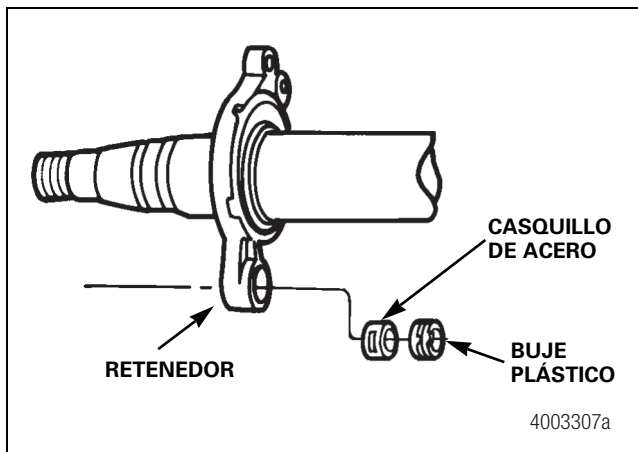

Figura 12.6
- Puede haber un buje de casquillo plástico instalado en los tres modelos de araña. Tenga en cuenta que se coloca un casquillo de acero presionado en la araña antes de instalar el buje. Figura 12.6.